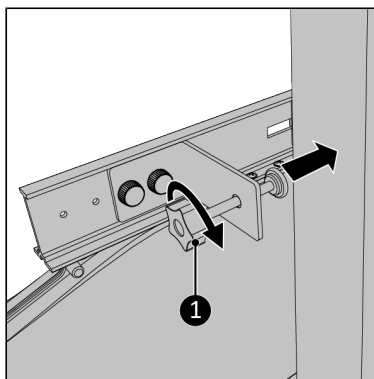

Figure 187.
15. Serrez soigneusement la vis de fixation sur la partie fixe du cadre de fenêtre (Figure 187, pos. 1).